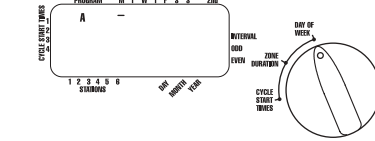

FIGURE 6 : Affichage LCD avec les jours d'arrosage
- Tournez le cadran rotatif sur **DAY OF WEEK (JOUR DE LA SEMAINE)** dans le programme A. L'affichage va montrer un A et le curseur va clignoter sous les jours de la semaine Lundi, mardi, mercredi, jeudi, etc. [Voir Figure 6].